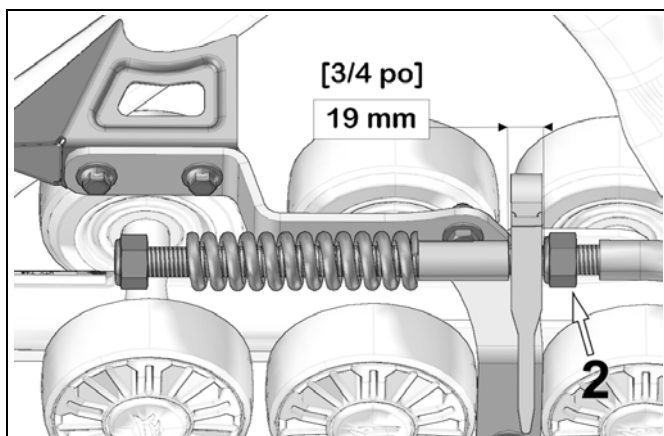

Figure 11
- Régler l'écrou (2) afin de produire une distance de 19 mm entre le guide du bras stabilisateur et l'écrou, comme le montre la Figure 11.